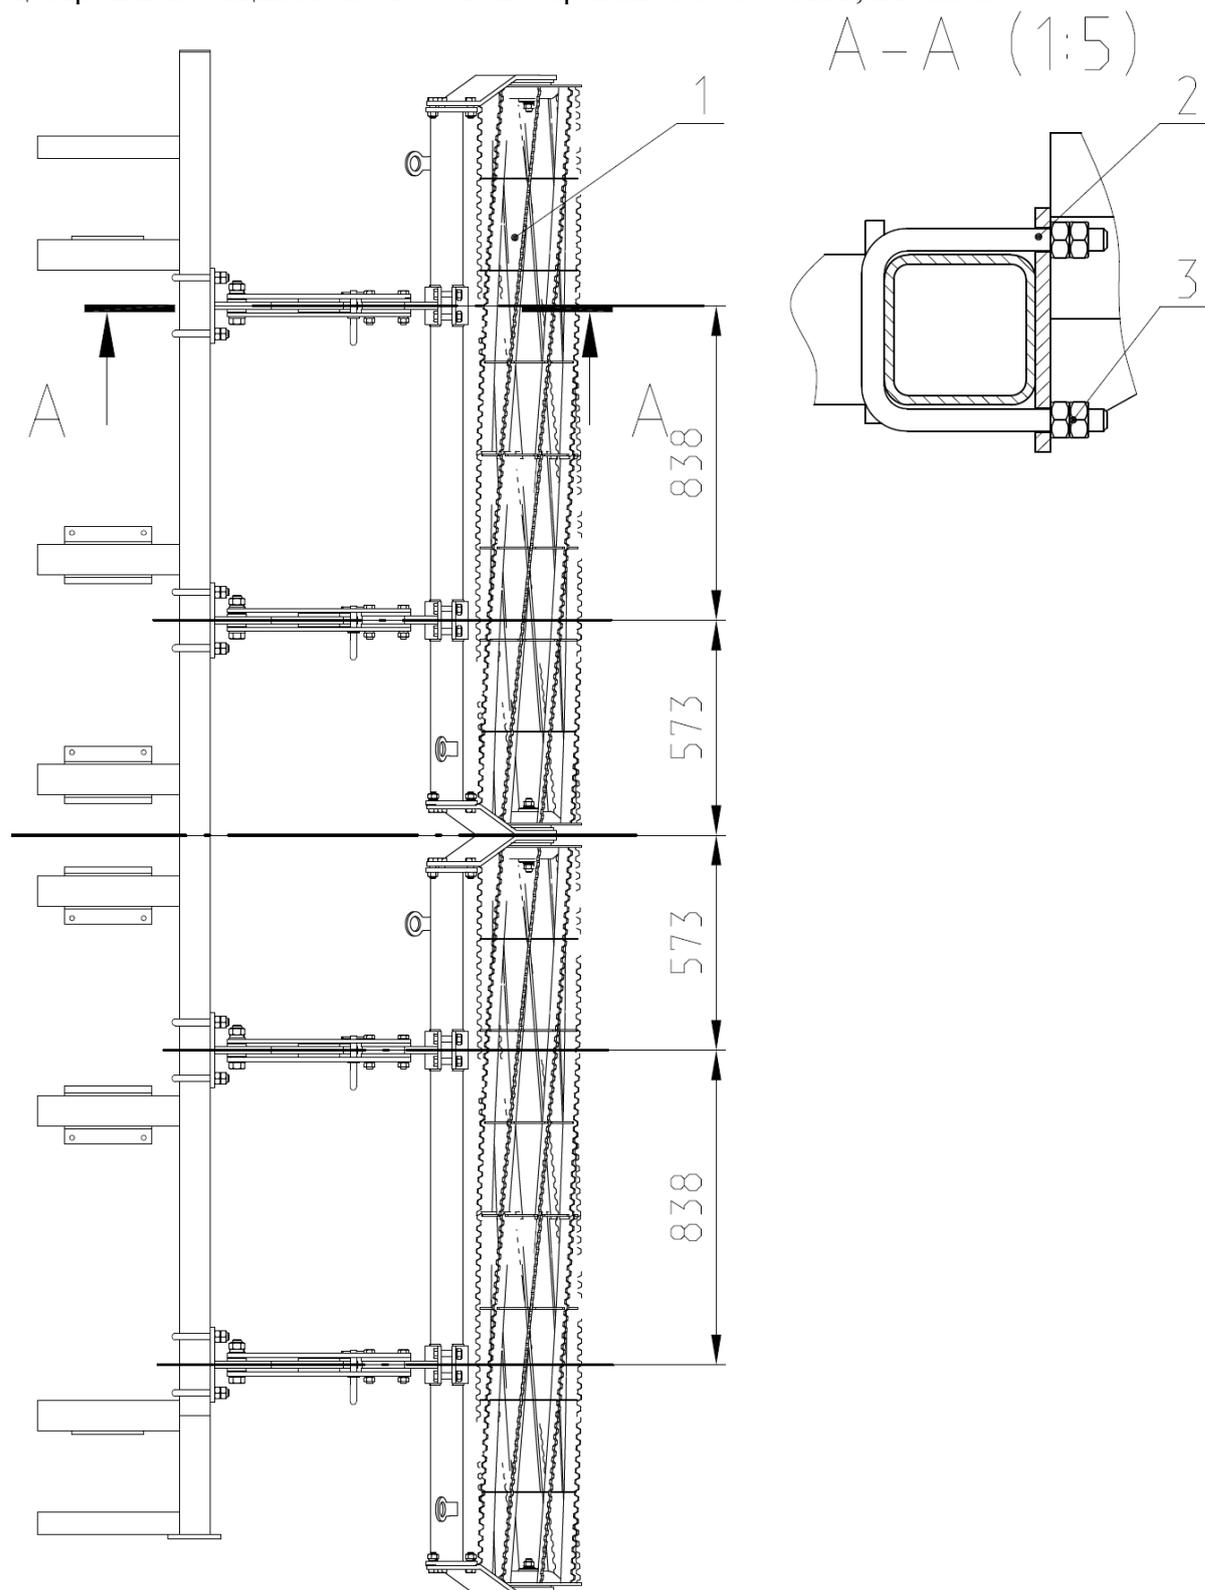

Рис.18 Комплект секций катков однорядных КСП 04.160.
2.11 Установка секций катков однорядных КСП 04.160 (Рис. 18). Секции крепятся к центральной секции КСП 01.000Б и закрепляются скобами 2, и гайкой 3.